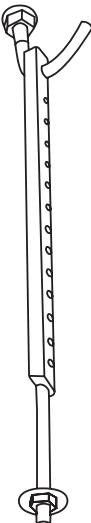

Fig. 3.4
- Installare i quattro bulloni di sospensione (vedi fig. 3.4).